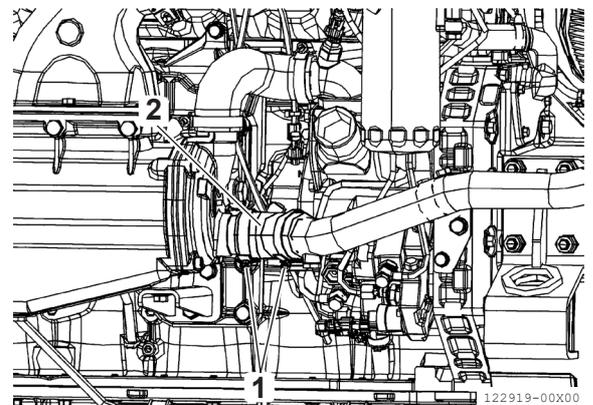

Abbildung 13
6. Lösen Sie die Klemmschrauben (**Abbildung 13, [1]**) und entfernen Sie die Hülse (**Abbildung 13, [2]**).